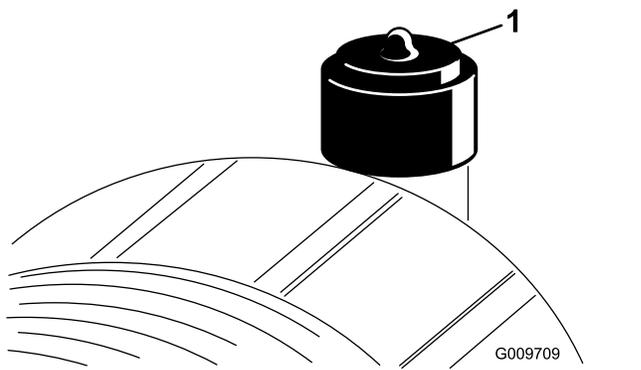

図 88
エアクリーナのフィルタの整備は、インジケータが赤色になってから行ってください 図 88。早めに整備を行っても意味がありません。むしろフィルタを外したときにエンジン内部に異物を入れてしまう危険が大きくなります。
2. インジケータ図 88 が赤になっている場合はリセットする。